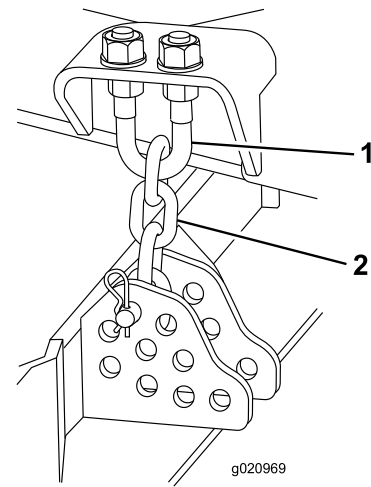

Figure 122
1. Desserrez les écrous de blocage en haut ou en bas de l'étrier fileté de la chaîne de hauteur de coupe (Figure 122).